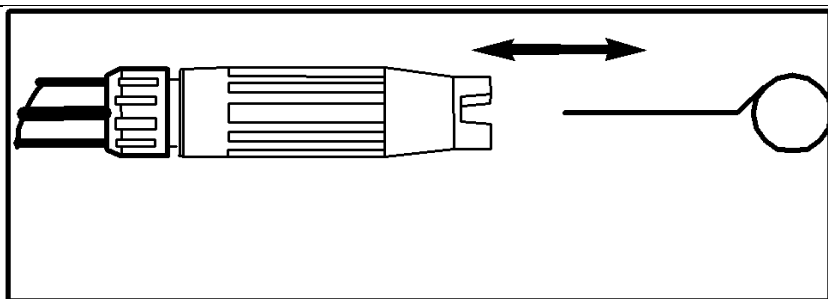

Figure 5 - Insérez l'outil de nettoyage de l'embout dans l'ouverture de la buse et déplacez-le d'avant en arrière jusqu'à ce que les débris soient éliminés.
- À l'aide de l'outil de nettoyage de la buse fourni ou d'un trombone déplié, insérez le fil dans l'ouverture de la buse et déplacez-le d'avant en arrière jusqu'à ce que les débris soient éliminés (voir fig. 5).